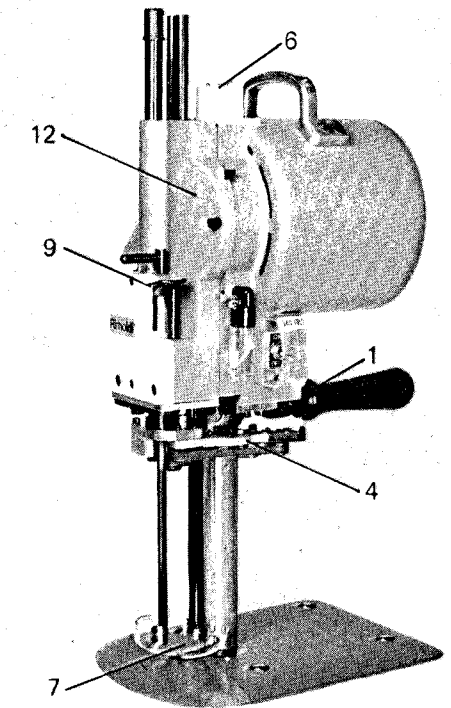

Fig. 2
- 3) Press lever 9 in fig. 2 to disengage the sharpener.
- 3) Den Hebel 9 Fig.2 drücken, um den Messerschleifer auszurasten.
- 3) Presionar la palanca 9 fig.2 para desconectar el afilador.
Before sharpening the blade make sure that the presser foot is completely lowered. If it is not then use lever 8 in fig. 2 to lower it.
Turn on the on/off switch and push lever 9 in fig.2 all the way down until it locks in order to engage the sharpener which will automatically make a complete stroke thus sharpening the blade.
If necessary repeat the operation, pushing down lever 9 in fig. 2.
Bevor das Schleifen der Klinge vorgenommen wird, sich überzeugen, dass der Stoffdrückerfuss vollkommen unten ist. Wenn nicht, den Hebel 8 Fig.2 drücken, um den Stoffdrückerfuss herabzulassen.
Den Motorschalter in Stellung ON bringen und den Hebel 9 Fig.2 bis zur Einrastung durchdrücken, um den Messerschleifer einzukoppeln, welcher nun automatisch einen kompletten Lauf ausführt, dabei das Schleifen der Klinge vornehmend.
Falls notwendig, den Schleifvorgang wiederholen, immer den Hebel 9 Fig.2 bis zur Einrastung durchdrückend.
Antes de proceder al afilado de la cuchilla asegurarse que el pie-prensatela se encuentre completamente abajo. En caso contrario presionar la palanca 8 fig.2, para levantar el pie.
Colocar el interruptor del motor en posición ON presionando a fondo (sino se bloquea) la palanca 9 fig.2 para impulsar el afilador que seguirá un recorrido completo afilando así la cuchilla.
Si necesario repetir esta operación, siempre oprimiendo la palanca 9 fig.2.
Every week: Remove cover 12 in fig. 2 and clean the sharpener's screw mechanism.
Jede Woche: Den Deckel 12 Fig. 2 abnehmen und das Schraubtriebwerk des Messerschleifers reinigen.
Cada Semana: Retirar la tapa 12 fig. 2 y limpiar el mecanismo a tornillo del afilador
- Press lightly on lever 9 in fig. 2 and fig. 4 and by hand position the sharpener approximately in the middle of its stroke
- Press lightly on lever 9 in fig. 2 and fig. 4 and by hand re-position the sharpener in lock position.